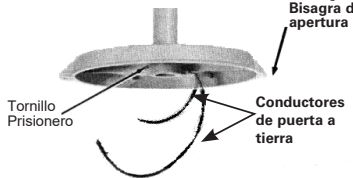

FIGURA 1
3. Colgante, Poste y Cuadrimontaje: Coloque el adecuado tamaño del tubo conduit NPT. Apriete el tornillo prisionero ubicado en la entrada del tubo conduit sobre la cuerda del tubo conduit. Vea la figura 1.